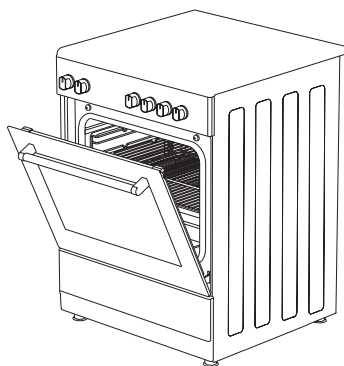

Рис. 30
3. Поместите защитную панель под панелью управления, открыв переднюю стеклянную крышку духовки. (рисунок 30)